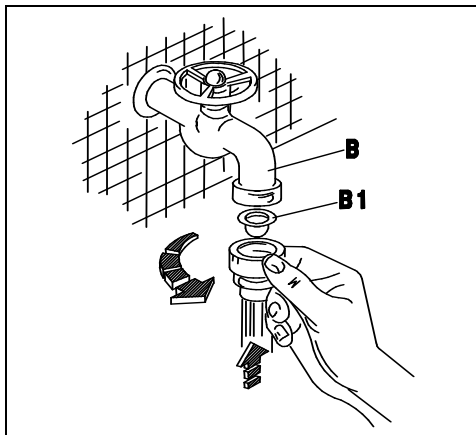
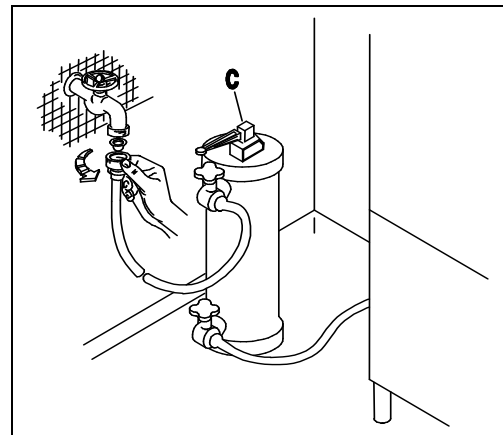
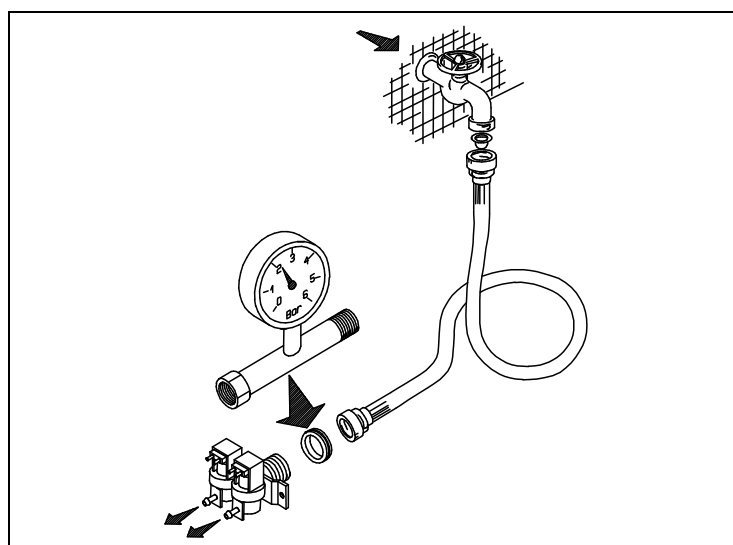
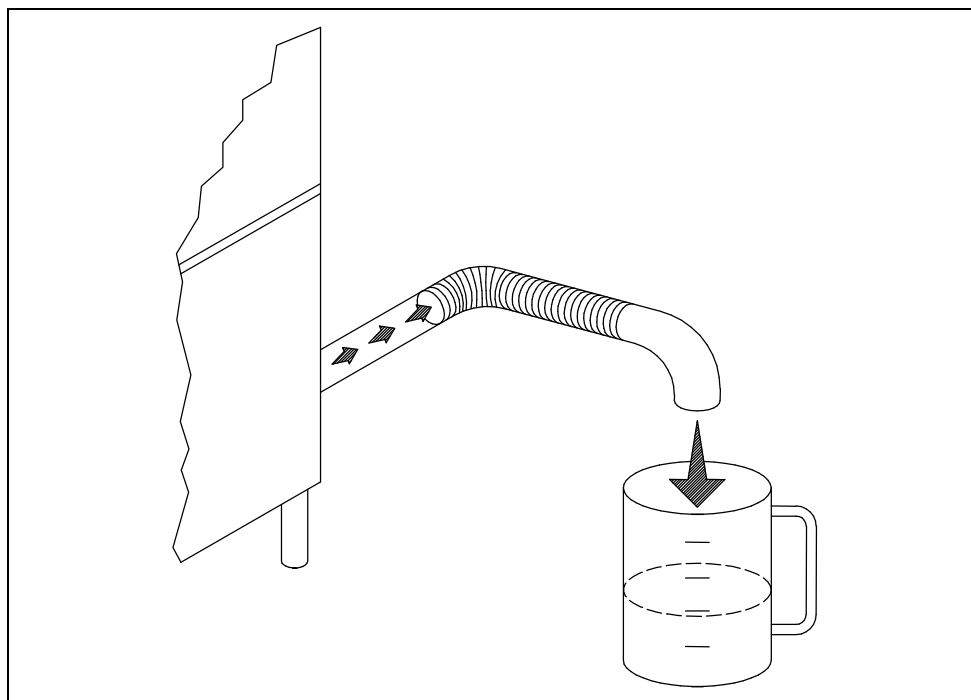

Fig. 2-2
Fig. 2-3
Fig. 2-4
Fig. 2-5
- L'apparecchio è previsto per l'allacciamento all'acqua fredda o calda (max. 50 ÷ 55°C), con una pressione a valvola aperta come indicato nella Tab. 2-1. In caso di pressione superiore alla massima consigliata, bisogna installare un riduttore di pressione. In caso di pressione inferiore alla minima consigliata, bisogna installare una pompa di aumento pressione di max 0.5 Hp, con una portata di 20 L/min ed una prevalenza di 15÷20 mt. Il controllo della pressione deve essere effettuato all'ingresso dell'elettrovalvola (ved. fig.2-4). La condotta dell'acqua deve avere un diametro interno di almeno 16/18 mm (ved.fig.2-5). Collegare il tubo di carico acqua dell'apparecchio ad un rubinetto d'intercettazione (B),posto preferibilmente nelle immediate vicinanze dell'apparecchio, interponendo l'apposito filtro in dotazione (B1) (ved. fig.2-2). Si consiglia l'installazione di un decalcificatore (C) (non in dotazione), montato a monte dell' elettrovalvola della macchina (ved. fig.2-3).
- The appliance is designed for connection to the cold or hot water supply (max. 50-55°C) at a mains pressure with the valve open as shown in Table 2-1 and a minimum output of 10 litres/min. If pressure exceeds the maximum, fit a pressure reducer. If pressure is lower than the minimum, fit a pressure booster pump of max. 0.5 HP, with an output of 20 litres/min. and a head of 15÷20 metres. Pressure must be measured at the solenoid valve inlet (see fig. 2-4). The water pipes must have an internal diameter of at least 16/18 mm (see fig. 2-5). Connect the appliance water supply pipe to a cut-out tap (B), preferably placed close to the appliance, fitting the special filter provided (B1) (see fig. 2-2). We recommend fitting a water softener (C) (not provided) upstream from the machine solenoid valve (see fig. 2-3).
- Das Gerät ist für den Anschluss an Warm-und Kaltwasser (max. 50-55°C) vorgesehen, wobei der Druck bei offenem Ventil dem in Tab. 2-1. Bei höherem Druck als dem empfohlenen einen Druckminderer installieren. Bei niedrigeren Druck als empfohlen eine Druckerhöhungspumpe mit max. 0,5 PS , einer Förderleistung von 20l/min und einer Förderhöhe von 15-20m installieren. Die Druckkontrolle muss am Eingang des Elektroventils erfolgen (siehe Bild 2-4). Die Wasserleitung muss einen Innendurchmesser von mindestens 16/18 mm aufweisen (siehe Bild 2-5). Den Zulaufschlauch des Gerätes an einen möglichst nahegelegenen Wasserhahn (B) anschliessen und den vorgesehenen Filter (B1) anbringen (siehe Bild 2-2). Der Einbau eines Etkalkers (C) wird empfohlen; dieser gehört nicht zur Ausstattung und muss vor dem Elektroventil der Maschine eingebaut werden. (siehe Bild 2-3).
- L'appareil peut être raccordé à l'eau froide ou chaude (50:55°C max) à une pression, soupape ouverte, comme indiqué dans le tableau 2-1. Si la pression dépasse la pression maximum conseillée, il faut installer un réducteur de pression. Si la pression est inférieure à la pression minimum conseillée, il faut installer une pompe pour faire augmenter la pression de 0,5 Hp max., à un débit de 20 litres /min et à une hauteur d'élévation de 15-20 m. Le contrôle de la pression sera effectué à l'entrée de l'électrovanne (voir fig. 2-4). Les conduites d'eau auront un diamètre interne d'au moins 16/18 mm (voir fig. 2-5). Raccorder la conduite d'arrivée de l'eau de l'appareil à un robinet secondaire (B), installé si possible tout près de l'appareil, après avoir intercalé le filtre spécial fourni (B1) (voir fig. 2-2). Nous conseillons d'installer un adoucisseur (C) (non fourni) qui sera monté en amont de l'électrovanne de la machine (voir fig. 2-3).
- Este aparato se puede alimentar con agua caliente o fría (máx. 50 ÷ 55°C); la presión del agua con válvula abierta está indicada en la tabla 2-1. En caso de que la presión fuera superior a la máxima que se aconseja, instale un reductor de presión; si fuera demasiado baja, instale una bomba de aumento de presión de 0,5 Hp (máximo), con un caudal de 20 litros por minuto y una altura de elevación de 15 a 20 m. El control de la presión se debe efectuar en la entrada de la electroválvula (véase fig. 2-4). La tubería del agua debe tener un diámetro interior de 16-18 m. por lo menos (véase fig. 2-5). Conecte el tubo de alimentación del agua del aparato a un grifo de paso (B), que irá montado preferentemente muy cerca del aparato, tras interponer el filtro (B1) del equipamiento base (véase fig. 2-2). Es aconsejable instalar un descalcificador (C) (que no forma parte del equipamiento base). El descalcificador irá montado antes de la electroválvula de la máquina (véase fig. 2-3).